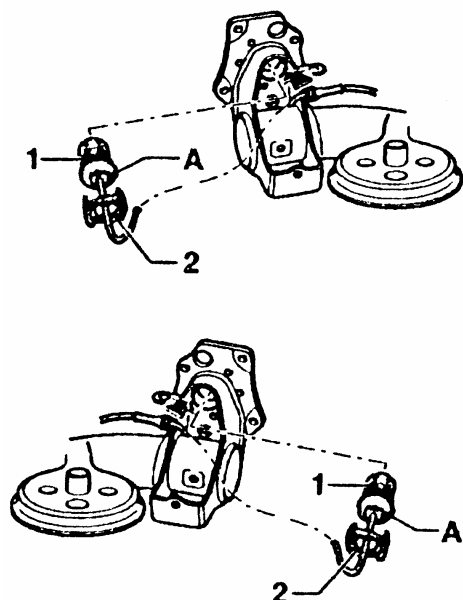

图 13-30 压入转速传感器
- (1) 安装前，用制动分泵膏（G000 650）涂转速传感器的 O 型环。
- (2) 压入 ABS 转速传感器。对于左车轮，凸缘 A 朝前；对于右车轮，凸缘 A 朝后，如图 13-30 所示。